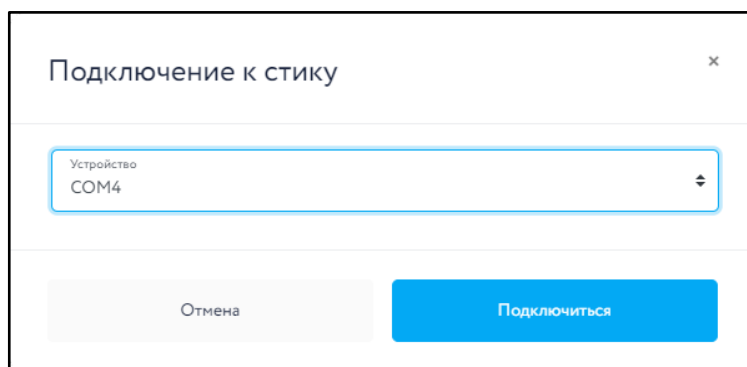

Рисунок 59 – Выбор порта для подключения стику
1. **Стик** – выбор порта (рисунок 59), к которому подключен USB-стик;